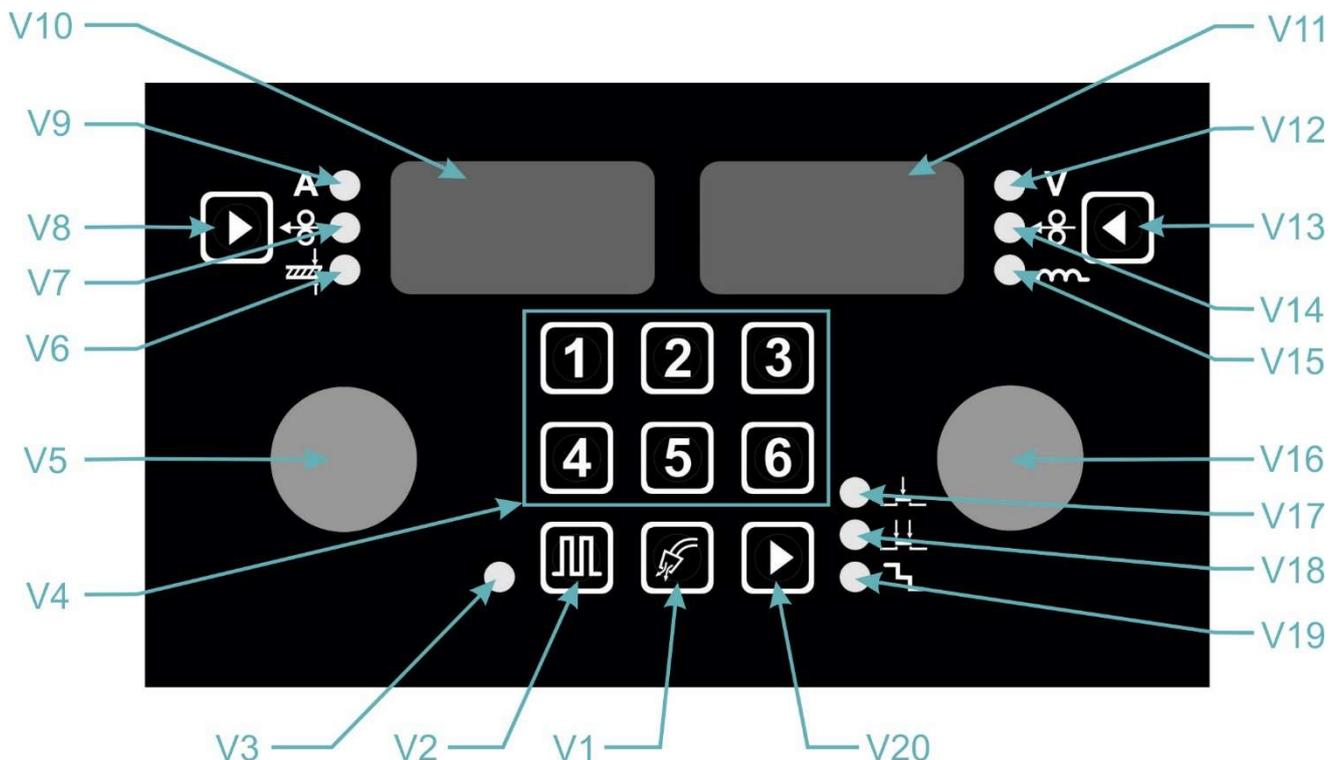

Abbildung 7 - Steuertafel
2. Taste **V1** (Abb. 7) auf der Haupttafel zur Einschaltung des Gasventils drücken. Wenn das Drücken der Taste kürzer als 3 s ist, kommt es nach dem Loslassen der Taste zur Abschaltung des Gasventils. Durch langes Drücken (mehr als 3 s) erfolgt das Ausschalten des Gasventils nach ca.